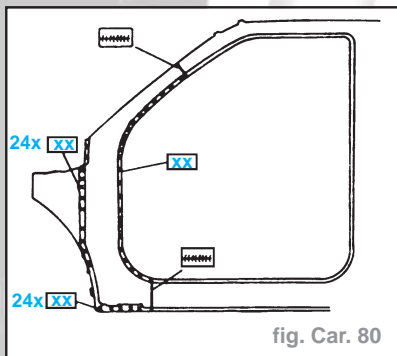

fig. Car. 80
- le montant final "A" de la tôle latérale extérieure - chasser à la perceuse (fig. Car. 80).
- le montant "A" (fig. Car. 80) - voir plan de mesures de la carrosserie.